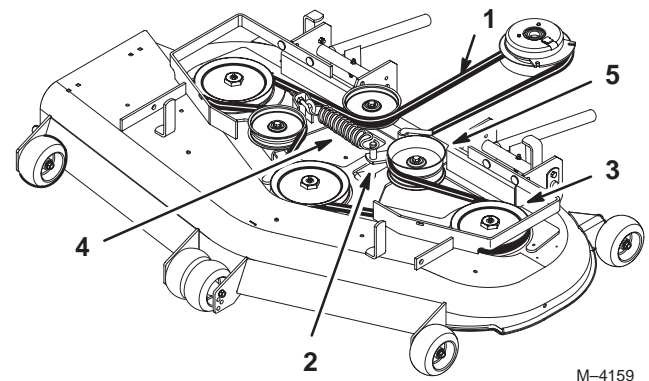

Figure 56
7. Remettez la poulie de tension en place et installez la courroie sur les autres poulies (Fig. 56).
4. Déposez la courroie. Commencez à la poulie extérieure et tournez la courroie pour la déposer (Fig. 56).